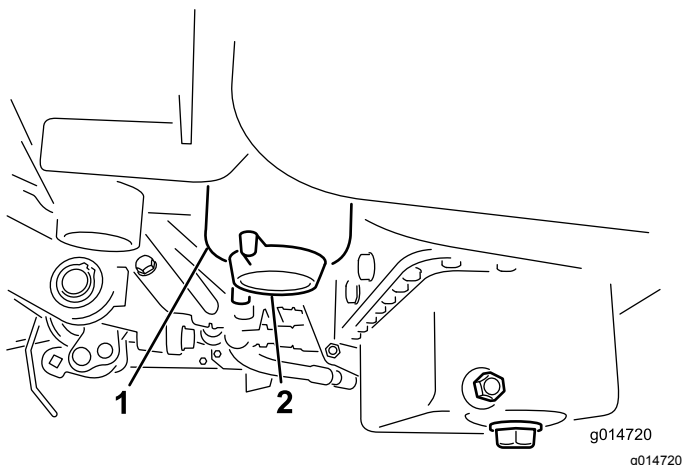

Figura 42
2. Pulite la superficie circostante la scatola del filtro (Figura 42).
4. Aprite il tappo di spurgo del filtro (Figura 42).